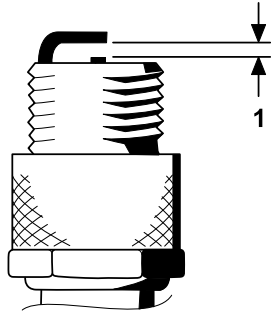

Figure 44
- Réglez l'écartement entre les électrodes centrale et latérale à 0,76 mm, comme montré à la Figure 44.